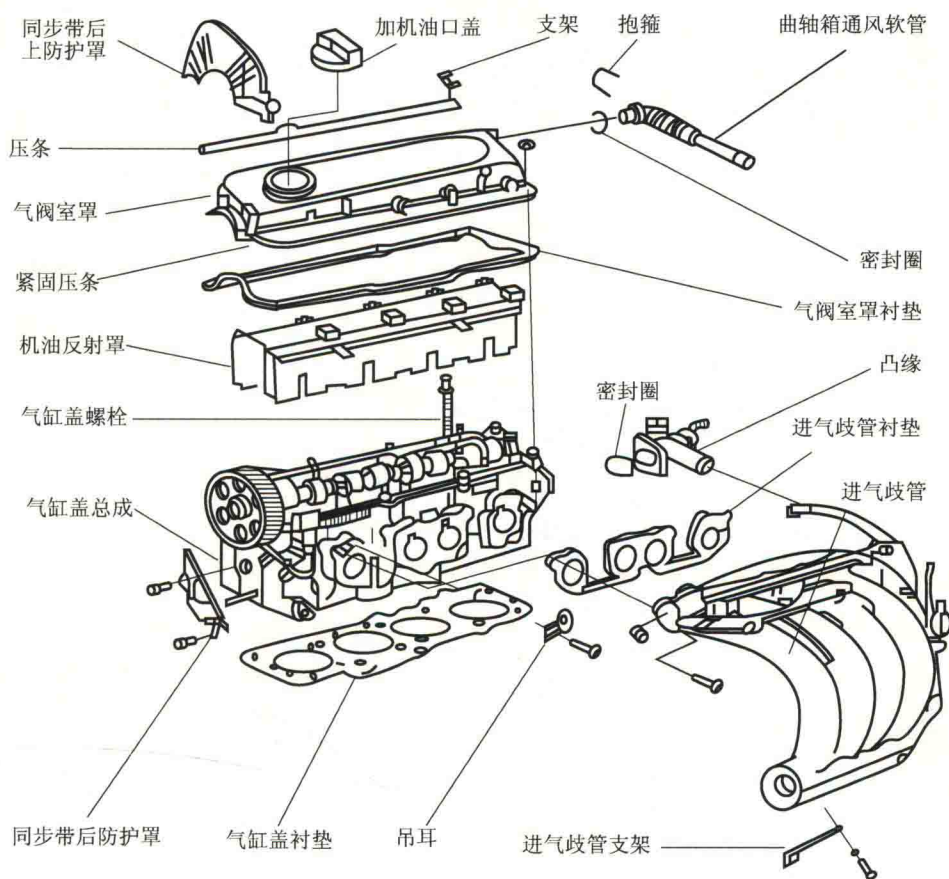
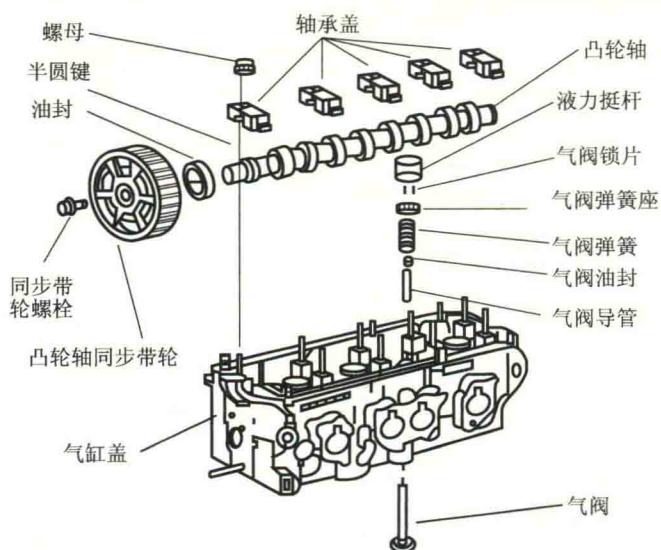
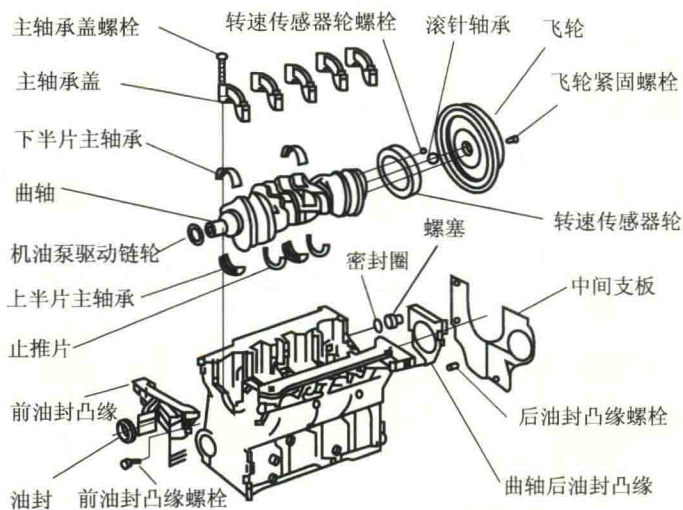

图 1-1-13 进气歧管及气缸盖分解
图 1-1-14 凸轮轴及气阀、液力挺杆分解
图 1-1-15 曲轴飞轮组分解
①使第一缸活塞处于上止点位置, 对准正时标记。
- ②拆卸同步带防护罩。
- ③拆下曲轴传动带轮。
- ④用专用工具松开同步带张紧轮，取下同步带。
(2) 拆卸进、排气歧管 (图 1-1-13) :
(3) 拆卸气缸盖 (图 1-1-13) :
- ①拆下同步带后防护罩，旋下气阀室罩螺母。
- ②拔下水温传感器、机油传感器的插接器、后防护罩及霍尔传感器。
- ③按规定顺序松开气缸盖螺栓并取下气缸盖。
(4) 拆卸凸轮轴 (图 1-1-14) :
- ①拆下凸轮轴同步轮并取下半圆键。
- ②拆下轴承盖并取下凸轮轴。
(5) 拆卸曲轴飞轮组 (图 1-1-15) :
- ①拆除油底壳。